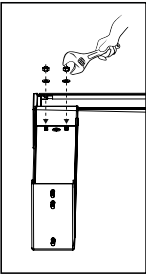

Рис. 4
- 5.13 Зафиксируйте осветительный прибор на кронштейне с помощью гаек (рис. 4)